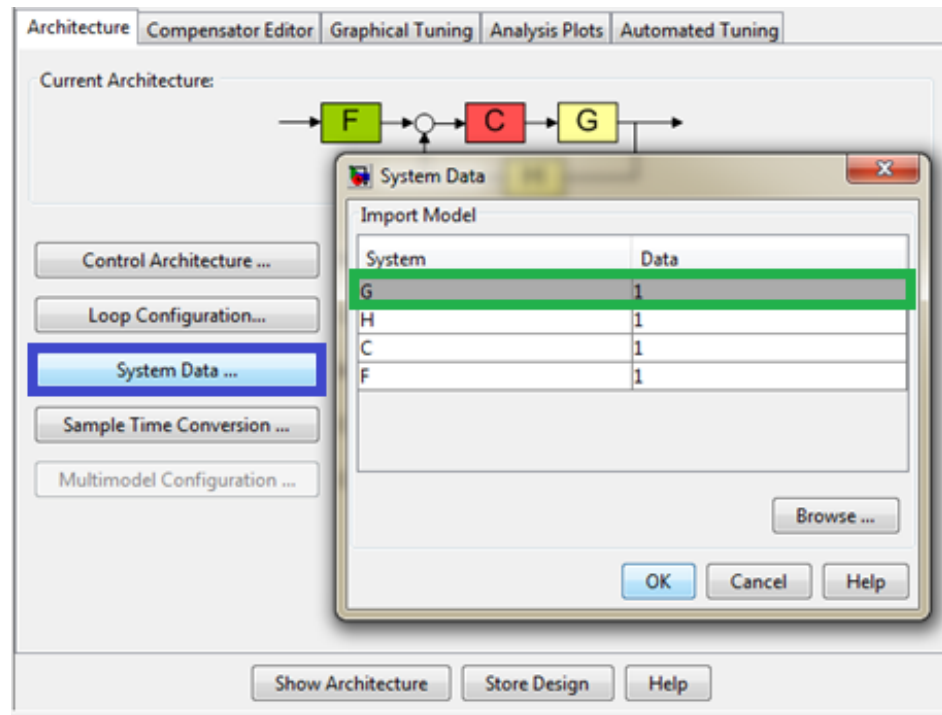

Figura 14. Esquema pestaña Architecture.
- Configure los bloques del controlador en la pantalla principal de sisotool haciendo click en *System Data* recuadro azul Figura 14. Se abrirá la ventana de carga de funciones.
- En la ventana *System Data* configure todos los valores excepto G recuadro verde Figura 14, en 1 que es el valor por defecto.
- Para modificar el bloque G, escoger G recuadro verde Figura 14, de click en Browse. Como se muestra en la Figura 14, se abrirá una nueva ventana.